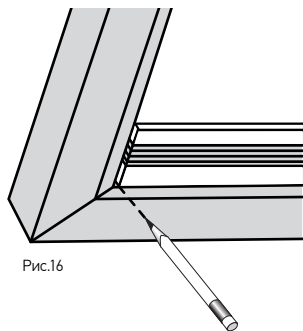

Рис.16
- 1) Для подоконных кронштейнов отметить ширину изделия в месте их установки сверху и снизу рамы (Рис.16).